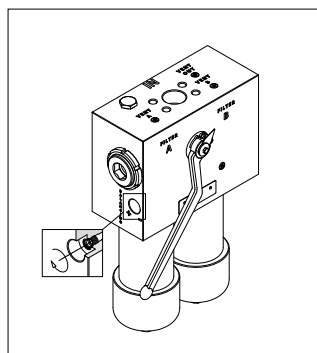

fig. 5
- (Fig. 5) Chiudere la valvola di bilanciamento avvitandola verso il segno "+"